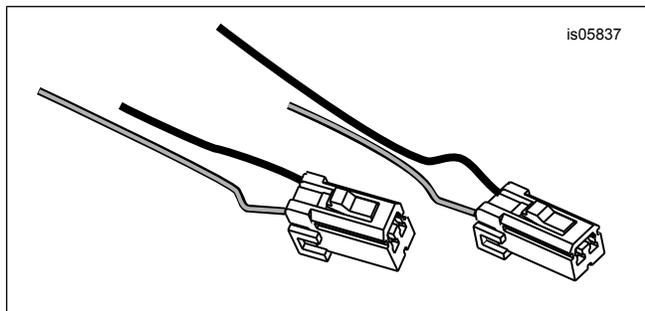

Figura 3. Tagliare le estremità del filo con il connettore
I fili devono essere tagliati per poter passare attraverso la nuova barra degli indicatori di direzione. Rimuovere il tubo di protezione per consentire il giuntaggio e sfalsare i tagli come illustrato in Figura 3 in modo che il tubo di protezione stia al di sopra dei connettori sigillati dopo il giuntaggio dei fili.
4. Vedere Figura 3. Tagliare i fili nero (BK) e marrone (BN) di circa 10–15 cm (4–6 in) dal connettore femmina dell'indicatore di direzione di destra [18B], sfalsato come illustrato. Tagliare i fili nero (BK) e viola (V) dal connettore femmina dell'indicatore di direzione di sinistra [19B] allo stesso modo. Conservare le estremità tagliate dei fili con i connettori.